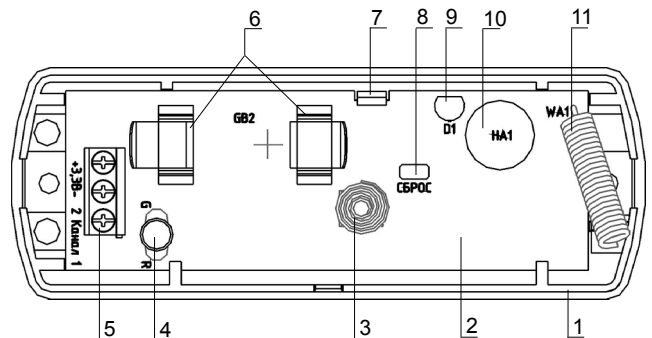

Рисунок 1 – Сигнализатор со снятой крышкой
Для извлечения печатной платы следует отжать защелку (7) (см. рисунок 1) в основании корпуса.